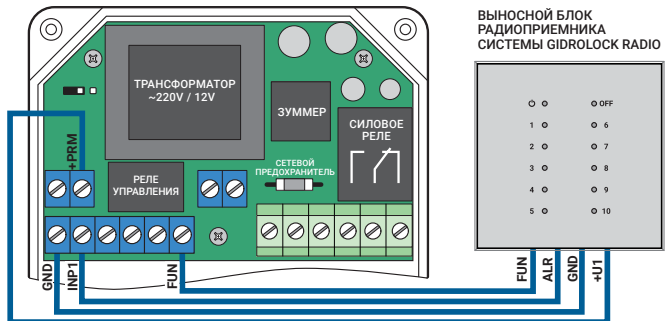

Рис. 8. Схема подключения выносного радиоприемника системы GIDROLOCK RADIO
- функция «автоповорот» отключена. Это дает возможность использовать блок управления, например, совместно с работой скважного насоса, где автоповорот не нужен (рис. 8);
6.6. Рис. 8. Схема подключения к блоку управления выносного блока радиоприемника системы GIDROLOCK RADIO для использования радиодатчиков протечки воды WSR. К одному радиоприемнику можно подключить до 10 беспроводных радиодатчиков GIDROLOCK WSR.